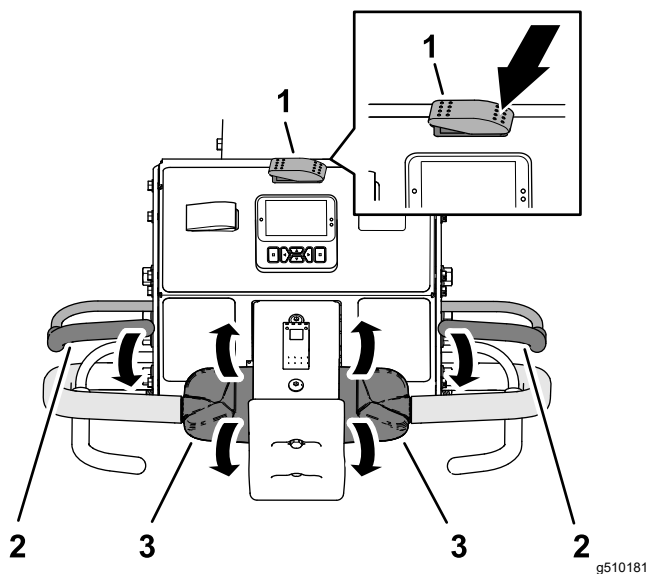

Figura 76
3. Coloque o lado esquerdo do interruptor de transporte/arejamento na posição TRANSPORT (Figura 76).
5. Agarre a barra de ligação do lado esquerdo ou direito e a pega de presença do operador (Figura 76), e aperte a pega da barra.